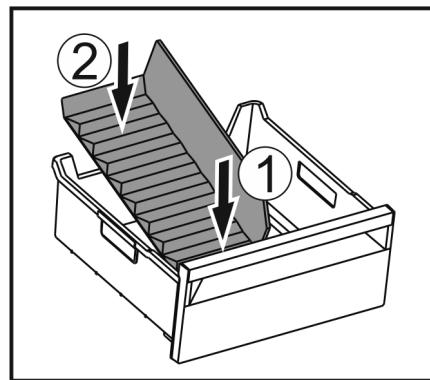

Fig. 174
- Vložte prednú časť oddelovača zásuvky na ľad. Fig. 174 (1)
- Spusťte zadnú časť oddelovača zásuvky na ľad až na dno zásuvky. Fig. 174 (2)